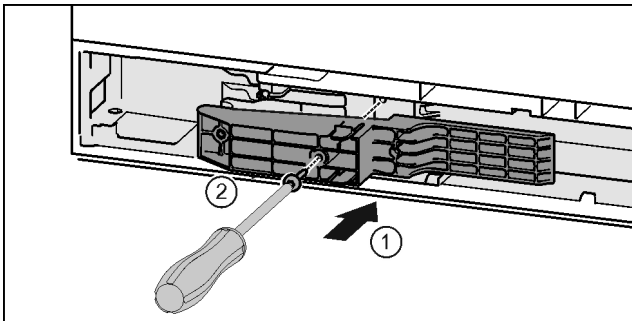

Fig. 45 \*
- ▶ Adaptér nasadíte na strane rukoväte do vybrania. Fig. 45 (1)\*
- ▶ Skrutkovačom T15 pevne zaskrutkujte skrutky. Fig. 45 (2)\*